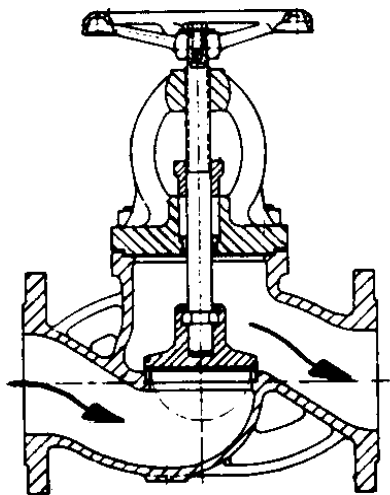
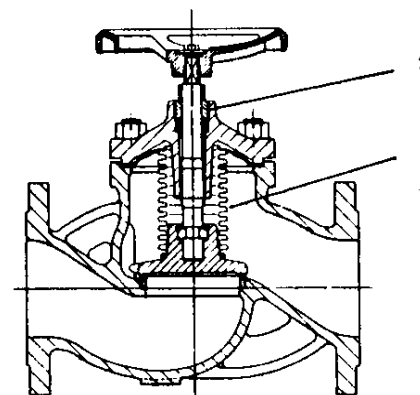

Рис. 1 Проходный клапан с сальниковой коробкой
Рис. 2 Проходный клапан с металлическим уплотнением
Разрезы показывают Проходный клапан с сальниковой коробкой (рис. 1) и Проходный клапан, не требующий ухода, с металлическим сальфоном (рис. 2). Возможны и другие варианты в зависимости от марки и применения. При использовании клапанов другой конструкции, напр. поршневых шиберных клапанов, важно следовать инструкциям по техническому уходу изготовителей.3
**5.2. Уплотнение металлического типа** (известно как клапаны, не требующие ухода -рис. 2)